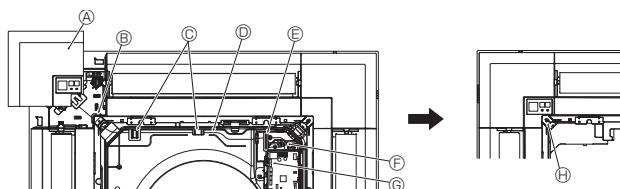

Fig. 9-9
9.4.5. Installation du récepteur de signaux (Fig. 9-9)